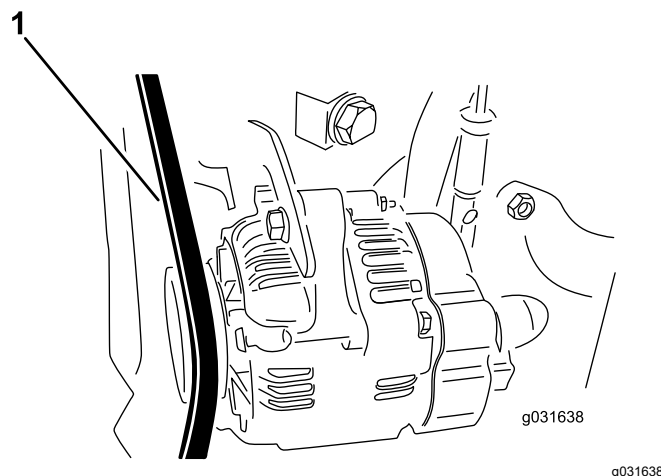

Figure 62
2. Appliquez une force de 30 N sur la courroie d'alternateur à mi-chemin entre les poulies (Figure 62).